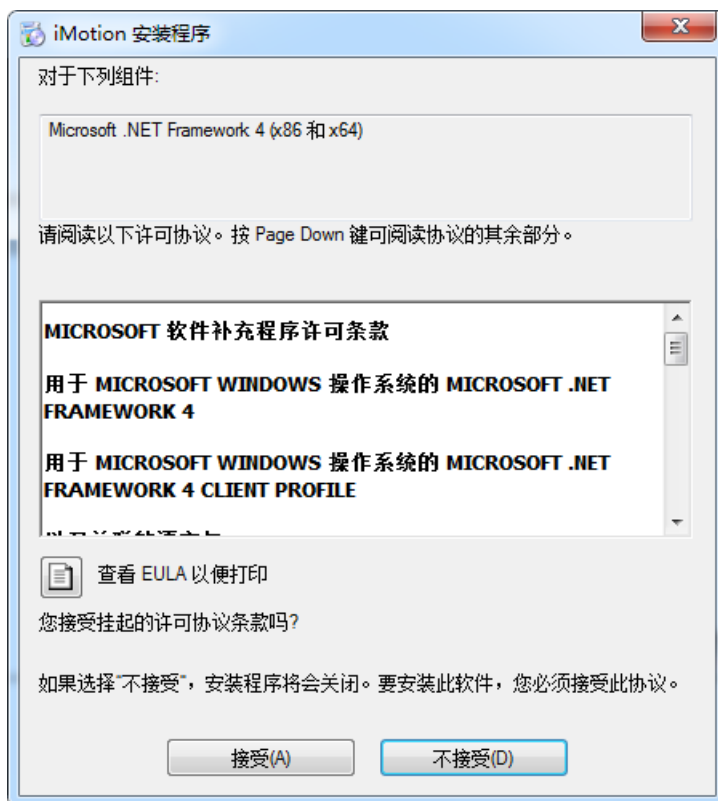

图 1-1 安装 Microsoft .Net Framework 4.0
- 若未安装，则先安装 Microsoft .Net Framework 4.0，如图 1-1 所示，点击<接受>，开始安装。